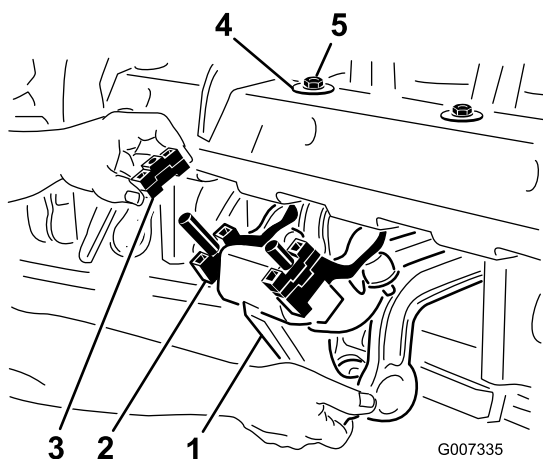

Figura 26
1. Retire as duas porcas de bloqueio (½ pol.) que fixam o conjunto de amortecedor rotalink no lado inferior da estrutura da cabeça de perfuração (Figura 26).
2. Baixe o conjunto do amortecedor para expor os espaçadores (Figura 26).
4. Monte o conjunto do amortecedor novamente na estrutura da cabeça de perfuração. Certifique-se de que a anilha em D é colocada na estrutura da cabeça de perfuração, conforme indicado na Figura 26. Fixe as 2 porcas de bloqueio.